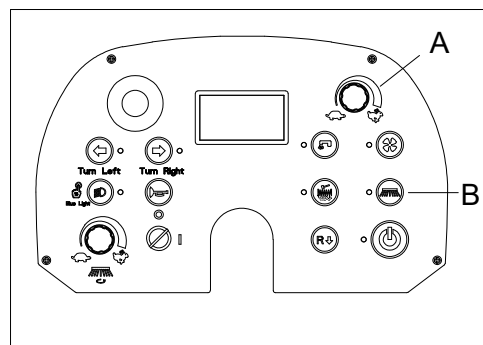

Рис. 27
- Отрегулируйте ручку регулировки скорости (А, рис. 27), чтобы свести скорость движения к минимуму.
- Нажмите кнопку боковой щетки (В, рис. 27), чтобы опустить боковую щетку и включить ее примерно на одну минуту, нажав на педаль акселератора.